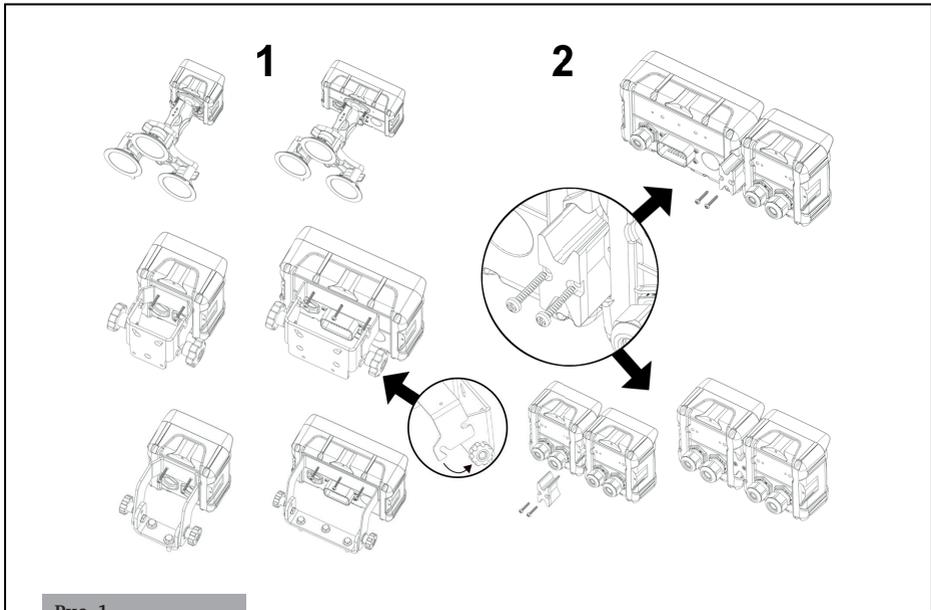

Рис. 1
Установка блока управления (рис. 1)
Закрепите блок управления с помощью кронштейна рядом с сиденьем водителя, на видном и защищенном месте. Органы управления должны быть легко доступны и не должны закрывать обзор с водительского сиденья (1, рис. 1).
ПРИМЕЧАНИЕ: Можно комбинировать гидравлический блок управления с блоками управления распылением. Для соединения используйте соединительный замок (2, рис. 1).
Подключение дополнительной электрической коробки (рис. 1)
1. Прикрепите дополнительную коробку к основному блоку и затяните винты (2, рис. 1);